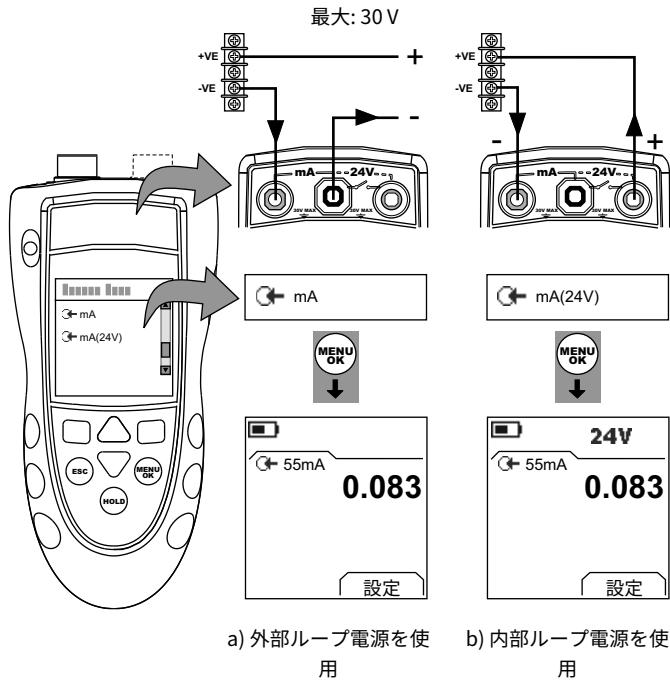

図 7: 構成例 - mA 測定
1. 本計器を接続し (図 7)、必要に応じて セット アップ (表 1) を調整します。
- DPI 802/802P 使用時。計器を校正装置に接続します (図 7)。